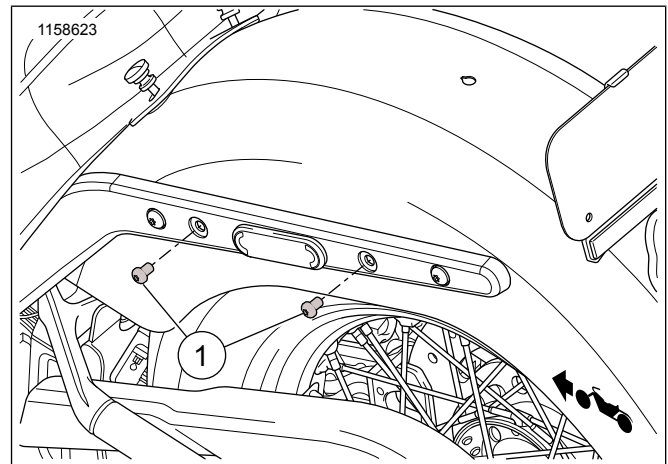

Figura 1. Tneħhija tal-Vit - Fender ta' Wara
2. Figura 1 Holl il-fender tal-viti tal-appoġġ (1).
3. Figura 1 Nehni l-vit ta' wara (1), warrab.